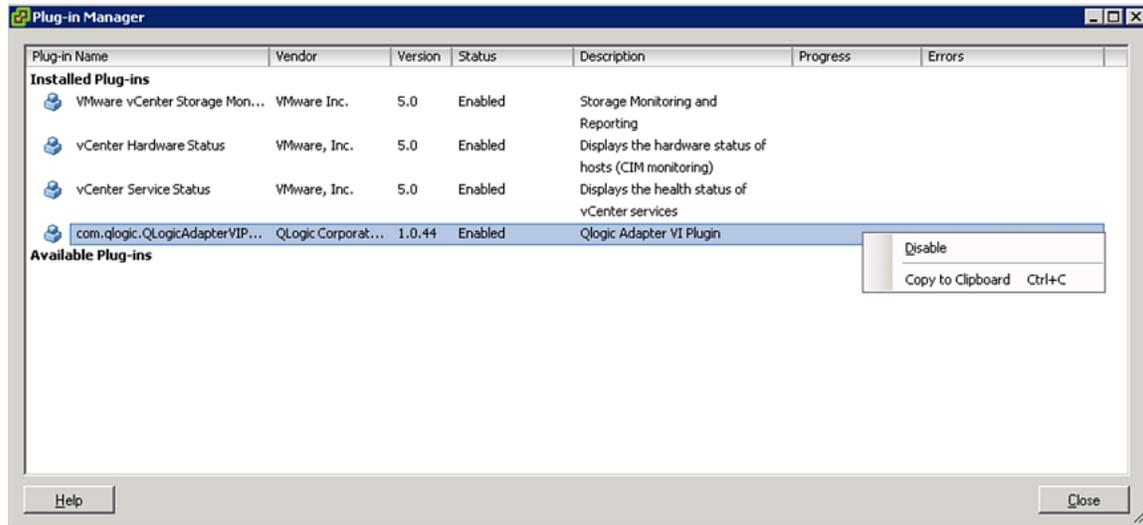

Figure 2-19. Basculement de l'état du plug-in QConvergeConsole vCenter Server
3. Pour activer ou désactiver le plug-in QConvergeConsole, cliquez avec le bouton droit sur le plug-in et sélectionnez **Enabled** (Activé) ou **Disabled** (Désactivé) (l'état bascule entre les deux), comme illustré à la Figure 2-19.